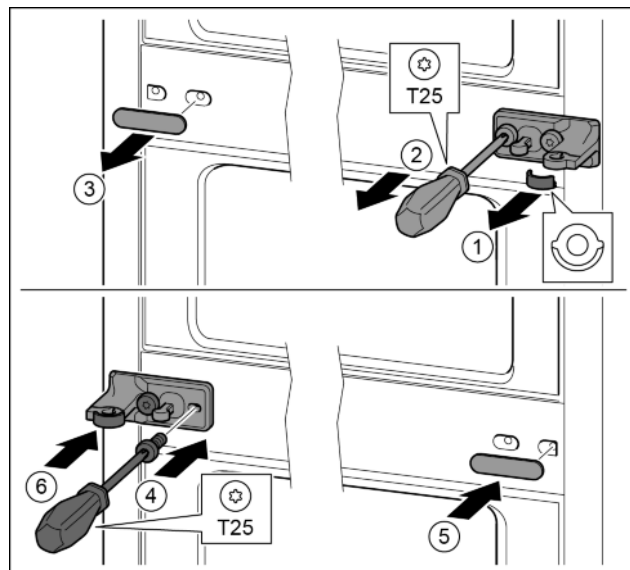

Fig. 15
- ▶ Снять шайбу. Fig. 15 (1)
- ▶ Выкрутить винты отверткой T25. Fig. 15 (2)
- ▶ Осторожно снять крышку. Fig. 15 (3)
- ▶ Плотнo прикрутить опорный кронштейн с подкладкой с поворотом на 180° с другой стороны. Fig. 15 (4)
- ▶ Установить крышку с поворотом на 180° с другой стороны. Fig. 15 (5)
- ▶ Спереди надвинуть шайбу. Fig. 15 (6)